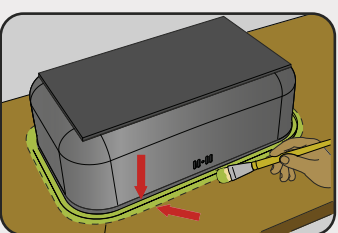

Fig. 5
Em seguida a massa plástica é espalhada ao redor da cuba (fig. 5), lembrando que uma boa fixação é dada pela espessura de massa e não pela largura da mesma. O tempo de cura da massa plástica também é de 24 horas.
*Then spread the sealing compound all around the bowl (fig. 5). Remember that a good setting is given by the sealing thickness not by its width. It is necessary 24 hours to well fix the sealing.*
*En seguida se desparrama la masilla de sellado alrededor de la cubeta (fig. 5), recordándose que lo que determina una buena fijación es el espesor de la masilla y no su ancho. El tiempo para una buena fijación del adhesivo es 24 horas.*